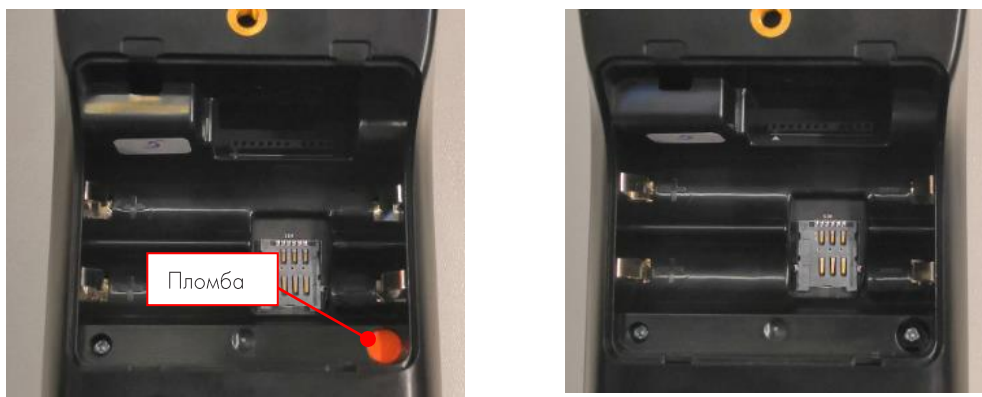

Рисунок 10. Демонтаж пломбы.
27. Установить новую пломбу в специальный паз корпуса нижнего (**Рисунок 10**).